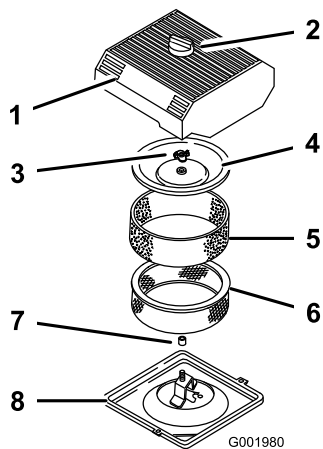

Figura 34
3. Limpie alrededor del limpiador de aire de forma que la suciedad no penetre en el motor y cause daños (Figura 34).
- Afloje el pomo de la tapa del limpiador de aire y retire la tapa (Figura 34).
- Deslice cuidadosamente el filtro de gomaespuma para separarlo del filtro de papel (Figura 34).
- Desenrosque la tuerca de la tapa y retire la tapa y el filtro de papel (Figura 34).
- Deslice cuidadosamente el filtro de gomaespuma sobre el filtro de papel (Figura 34).
- Coloque la tuerca de la tapa con la presión de los dedos solamente contra la tapa (Figura 34).
- Instale la tapa del limpiador de aire y el pomo (Figura 34).